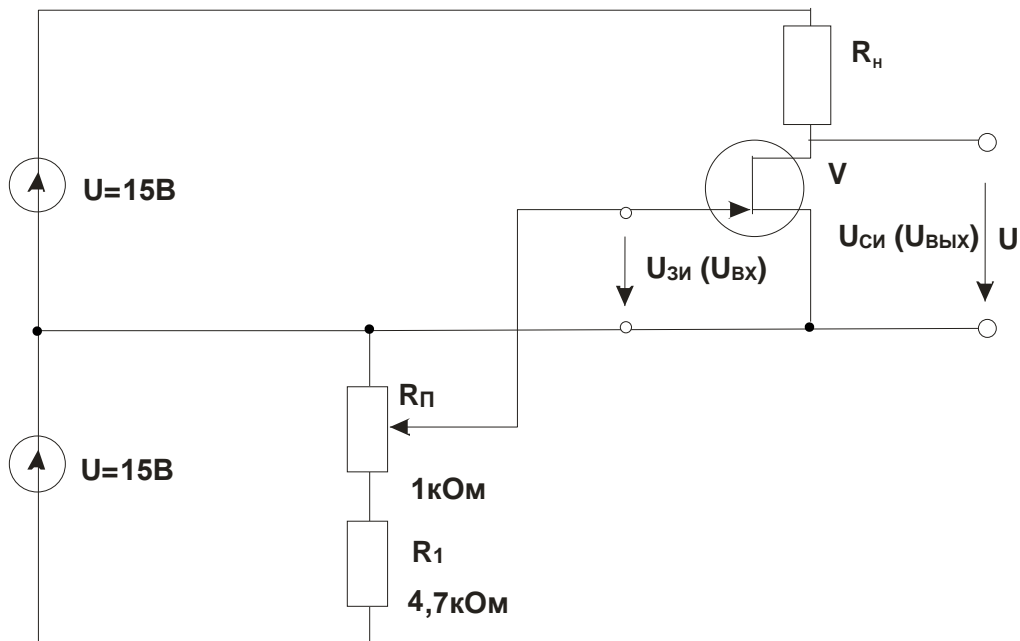

Рис. 5.4.3
- Соберите цепь согласно схеме (рис. 5.4.3).